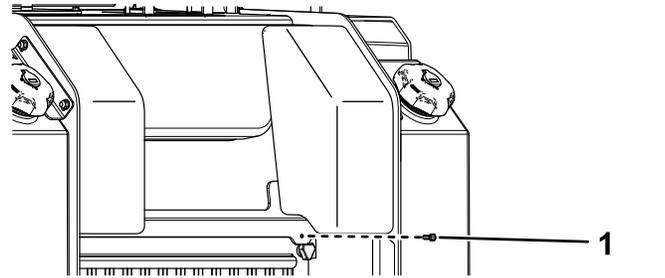

Figure 41
1. Retirez la fixation (Figure 41).
2. Levez le couvercle d'accès arrière et fixez la béquille pour accéder aux composants internes (Figure 41).